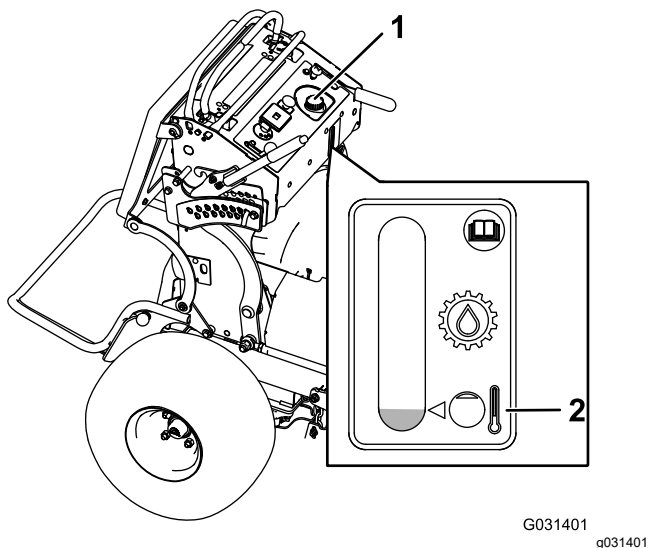

Figura 84
4. Pulite attorno al tappo e al collo del bocchettone del serbatoio idraulico (Figura 84).
5. Togliete il tappo dal collo del bocchettone (Figura 84).